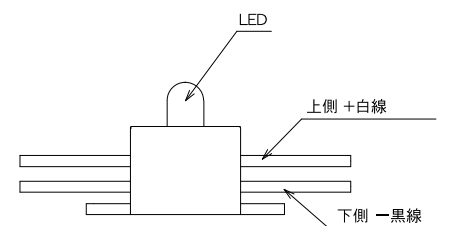

図3-1
- ・+線(白色)、-線(黒色)をDC5Vに接続してください(図3-1)